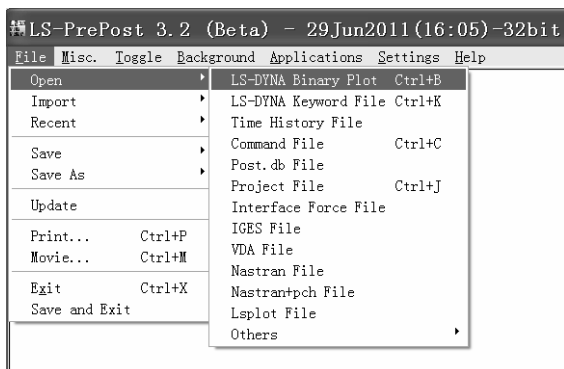

图 4-66 打开计算结果文件
(3) 单击操作界面左上角的File下拉菜单、依次打开“Open”→“LS-DYNA Binary Plot Ctrl+B”(见图4-66),弹出“Open File”窗